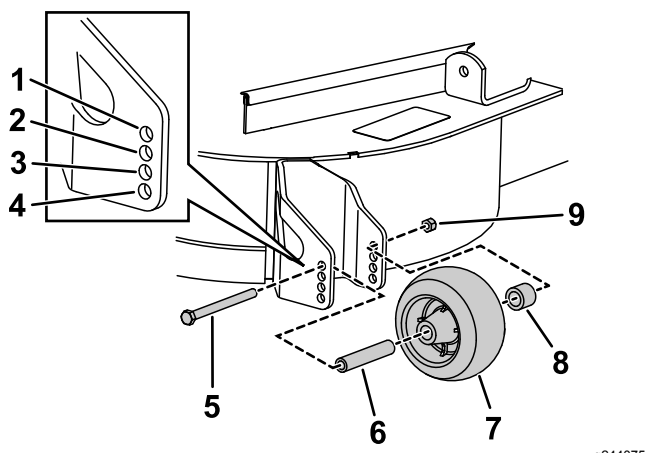

Figura 14
1. Después de ajustar la altura de corte, ajuste los rodillos retirando la tuerca con arandela prensada, el casquillo, el espaciador y el perno (Figura 14).
3. Instale la tuerca con arandela prensada, el casquillo, el espaciador y el perno. Apriete a entre 54 y 61 N·m (Figura 14).